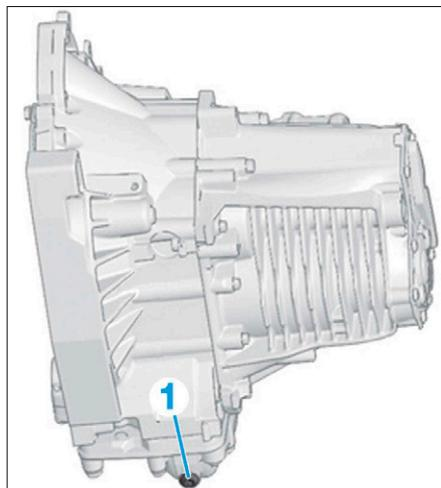

FIG. 2
- le bouchon de vidange (1) et vidanger l'huile (Fig.2).
- Visser le bouchon de vidange (1) au couple de serrage prescrit.